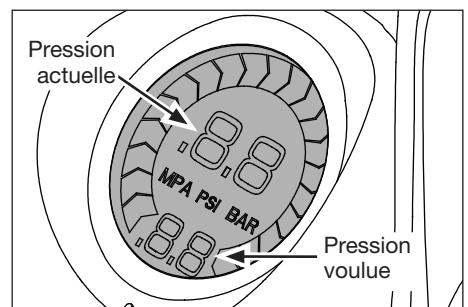

Figure 6 - Manomètre numérique
5. Enfoncer le bouton de courant. (Voir la figure 6).
5. Enfoncer le bouton de courant. (Voir la figure 6). L'appareil s'éteindra automatiquement lorsqu'on atteint la pression réglée.